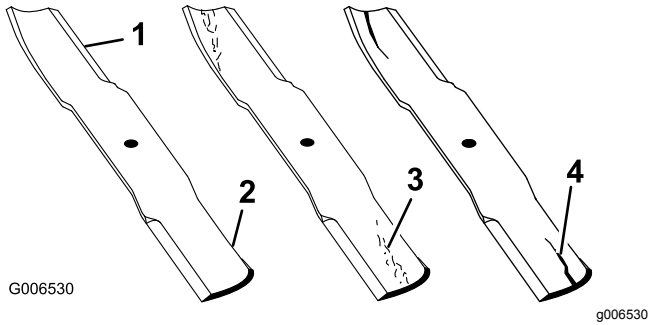

Figura 52
1. Inspeccione los filos de corte (Figura 52).
- Si observa fisuras, desgaste o la formación de una ranura en esta zona, instale de inmediato una cuchilla nueva (Figura 52).